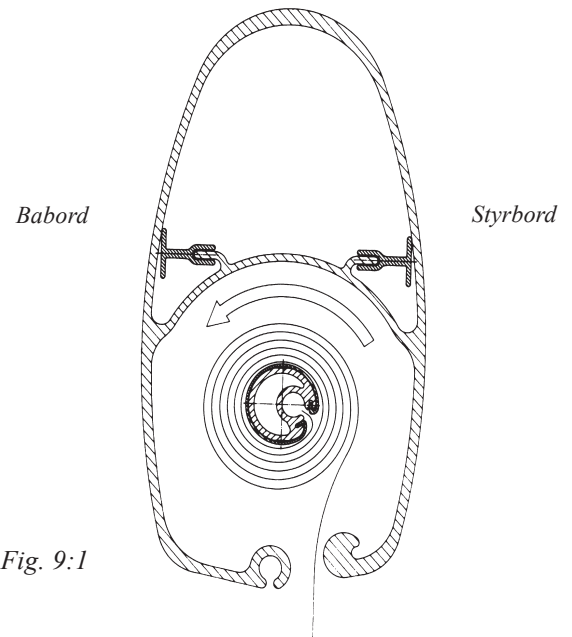

Fig. 9:1
8. Rulla in seglet i masten så att endast skothornet sticker ut. Rullprofilen har en asymmetrisk form som underlättar inrullningen av seglet åt ena hållet. Seglet skall därför alltid rullas upp på styrbords sida om rullprofilen. (Se fig. 9:1). Detta sker genom att vrida inrullningswinchen medurs.
1. Kontrollera att seglet rullats upp korrekt på rullprofilen d.v.s. på styrbords sida om rullprofilen. (se även fig. 9:1)